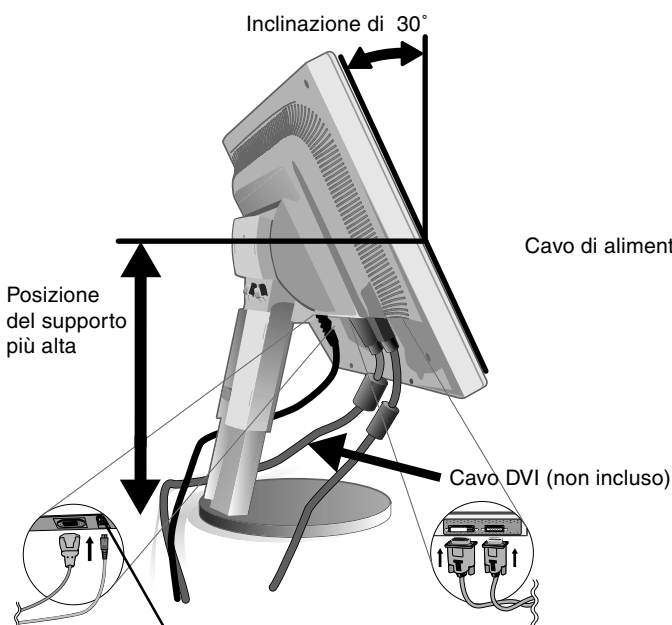

Figura C.1
3. Appoggiare le mani su entrambi i lati del monitor per inclinare lo schermo LCD di 30° e alzarlo alla posizione più alta (**figura C.1**).
4. Collegare tutti i cavi ai connettori appropriati (**figura C.1**).